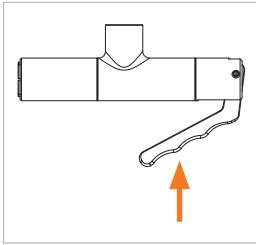

Abbildung 5
▶ Betätigen Sie den Handhebel (Pos. 2) (Abbildung 5). Die Spannzangen öffnen sich.